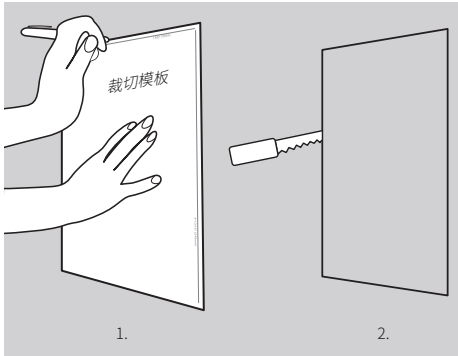

图 5
1. 使用随附的墙面裁切模版来标记扬声器的位置。使用锯子锯出合适的尺寸。(图 5)